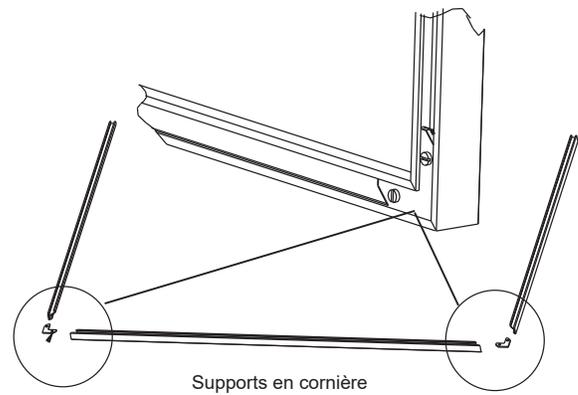

Figure 41.3
4. Visez les supports en cornière en utilisant un tournevis à tête plate (**Figure 41.3**).